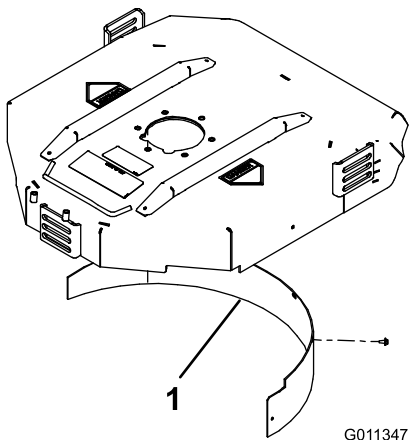

Рисунок 20
2. Установите дефлектор для мульчирования на заднее отверстие и закрепите с помощью 5 болтов с фланцевой головкой (Рисунок 20).